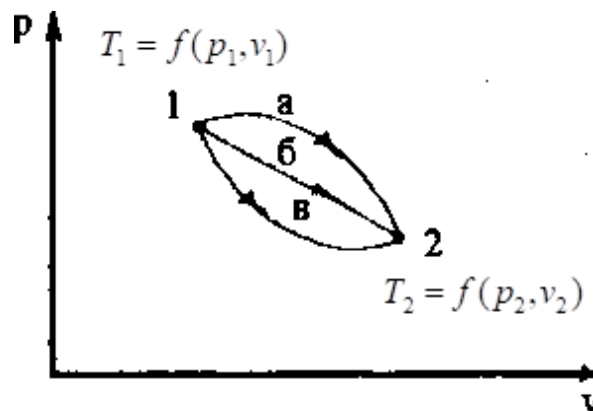

Рисунок 3
2) параметр стану є функцією стану, і при зміні стану системи значення параметрів визначаються кінцевими станами та не залежать від шляху, по якому система змінювала свій стан. Так, наприклад, якщо в системі координат pv початковий рівноважний стан термодинамічної системи визначається точкою 1 (рис.3), а кінцевий – точкою 2, то значення параметрів визначається положенням точок 1 і 2 та не залежить від того, по якій з кривих $a, b, в$ і так далі (між двома точками можна провести незчислену кількість кривих) система переходила із стану 1 у стан 2 або, навпаки, із стану 2 у стан 1.
4) якщо процес замкнений, тобто якщо по завершенні його газ повертається у початковий стан, наприклад 1a2b1 рис.3, то зміна параметрів стану в ньому буде дорівнювати нулю, тобто: